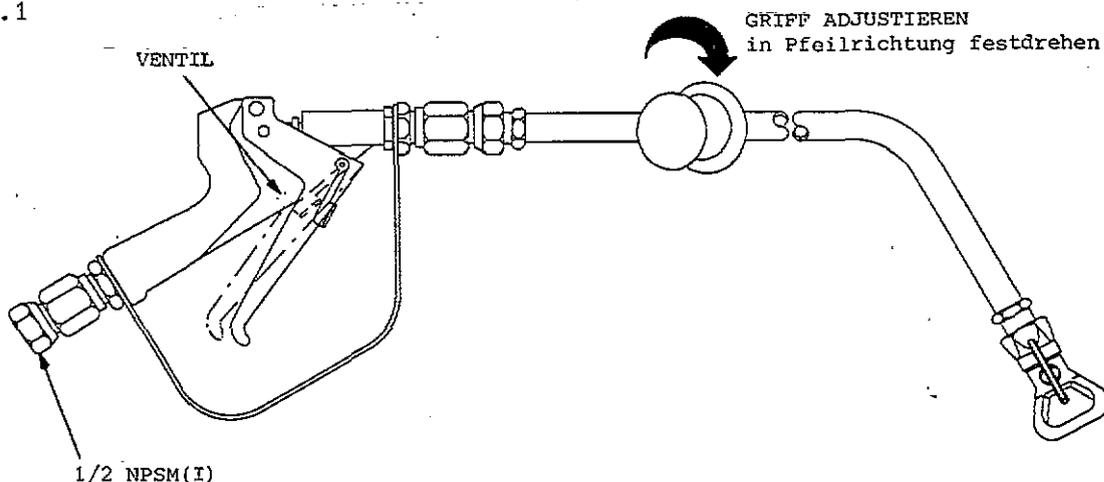

Abb. 3.2
Um die Pistole zu sichern, Pistole nach vorne kippen, siehe Abb. 3.2.
Um die Pistole zu entsichern, Sicherung eindrücken, siehe Abb. 3.2.
Regelmäßiges Überprüfen des Ventiles im Pistolengriff ist notwendig, da dieses interne Leckagen an der Pistole anzeigt, siehe Abb. 3.2. Ventilmadel und Packungen falls notwendig, ersetzen.
5. Pistole zusammenbauen und Spiel des Abzuges kontrollieren. Das Spiel sollte ca. 4,76 mm betragen, siehe Abb. 3.2.
6. Vorgang wiederholen, Adjustiermutter (18) drehen, bis das korrekte Spiel erreicht ist.